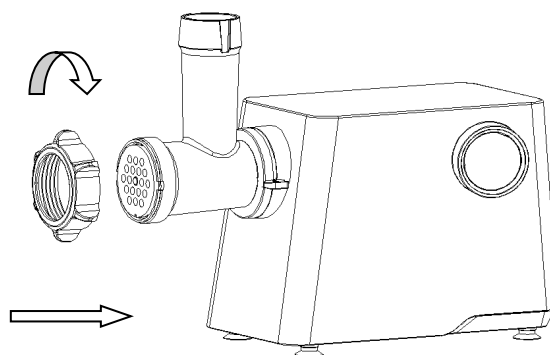

Rys. 4
- Zamontuj nóż tnący na przodzie śruby ostrzem skierowanym na zewnątrz (rys. 4). W przeciwnym razie nie będzie on w stanie posiekać mięsa.